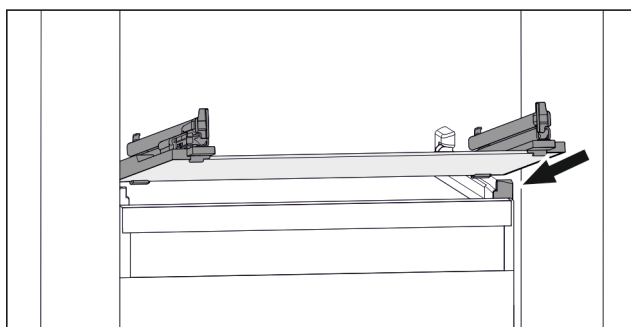

Fig. 51 Příklad znázornění skleněné desky
- ▶ Nasadte skleněnou desku šikmo za zářádky. (viz Fig. 51)